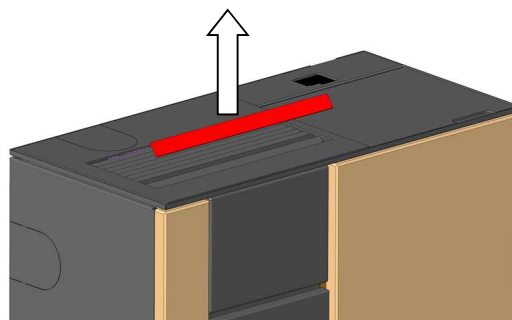

Abb. 18: Entnahme Lamellen
1. Die Lamellen entnehmen (Abb. 18).